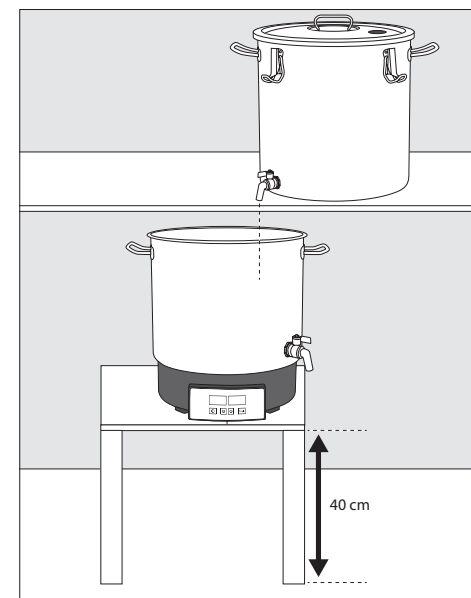

fig. 7
Collocare la caldaia di ammostatura/cottura (**BHG 410000**) a un'altezza di massimo 40 cm (**fig. 7**).
- Dopo aver trasferito la miscela, mettere il coperchio **(9)** sul tino di filtraggio **(BHG 040002)** e lasciare riposare per **10 – 15 min**. Collocare il tino di filtraggio **(BHG 040002)** in modo tale che il mosto tramite il rubinetto di scarico **(6)** possa affluire nella caldaia di cottura **(BHG 410000)**, per esempio su un tavolo da lavoro. Collocare la caldaia di ammostatura/cottura **(BHG 410000)** a un'altezza di ca. 40 cm (fig. 7).